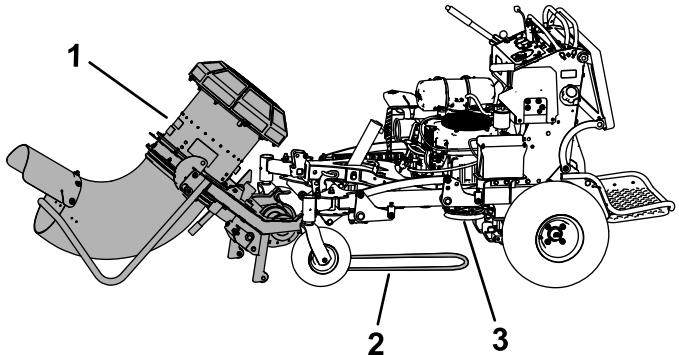

Figure 15
12. Amenez la souffleuse devant la machine et couchez la courroie sous la machine dans l'alignement de l'embrayage (Figure 15).